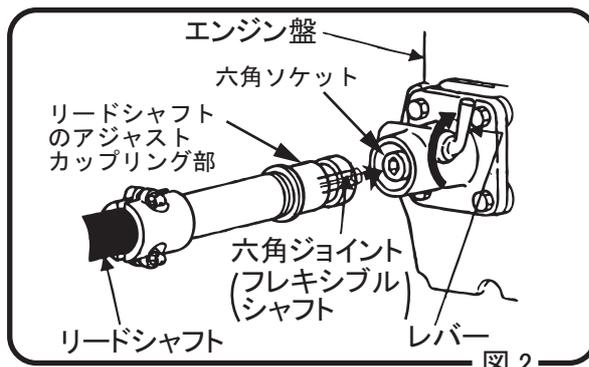

図2
8.1.1 シャフトをエンジンに接続して下さい。接続はエンジンのカップリング部側面にあるレバーを回し、フレキシブルシャフトの六角ジョイント及びアジャストカップリングをエンジン盤の六角ソケット部に挿入し、レバーを元の位置へ戻して下さい。(図2)